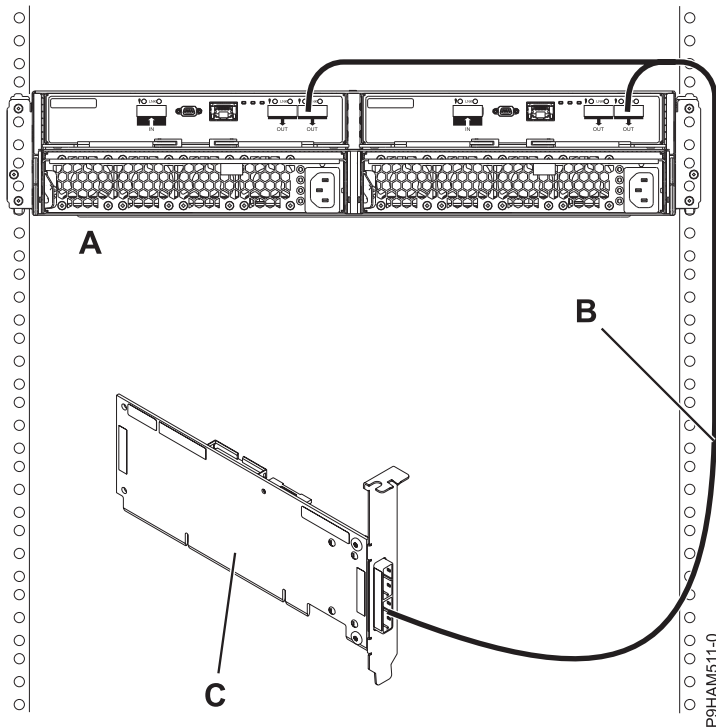

Abbildung 23. Modus 1-Anschluss eines Gehäuses mit einem YO-Kabel an einen einzelnen SAS-Adapter
14. Schließen Sie ein Gehäuse im Modus 1 (**A**) mit einem YO-Kabel (**B**) an ein einzelnes SAS-Adapterpaar (**C**) an, wie in Abb. 23 dargestellt, und fahren Sie mit „Kabel und Netzkabel anschließen und Abdeckungen installieren“ auf Seite 29 fort.